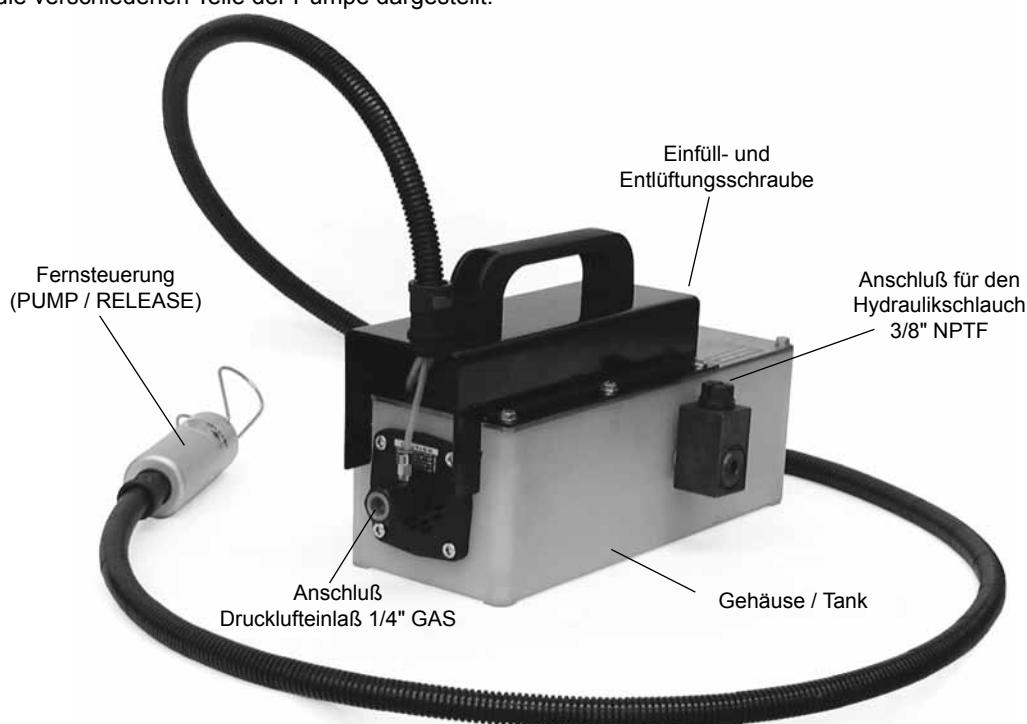

Abb. 7
Auf Abb. 7 sind die verschiedenen Teile der Pumpe dargestellt.
- Den druckseitigen Hydraulikschlauch (Abb. 7, Seite 26) anschließen. Am Schlauch muß ein Anschluß vom Typ 3/8" NPTF angebracht werden, um den zuvor ein Teflonband gewickelt wurde.
- Schrauben Sie an den Drucklufteinlaufanschluß (Abb. 7, S.26) eine der Anlage entsprechenden Schnellkupplungen (Gewinde 1/4" GAS), und umwickeln Sie das Gewinde sorgfältig mit Teflonstreifen.